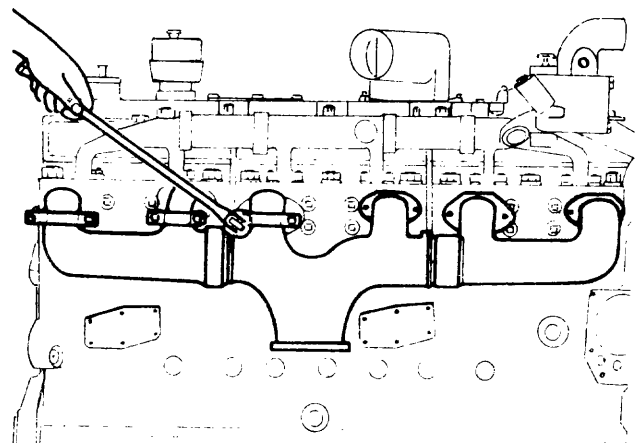

Fig. 1
- c Retire las tuercas o tornillos y desmonte el múltiple de escape (fig. 1).